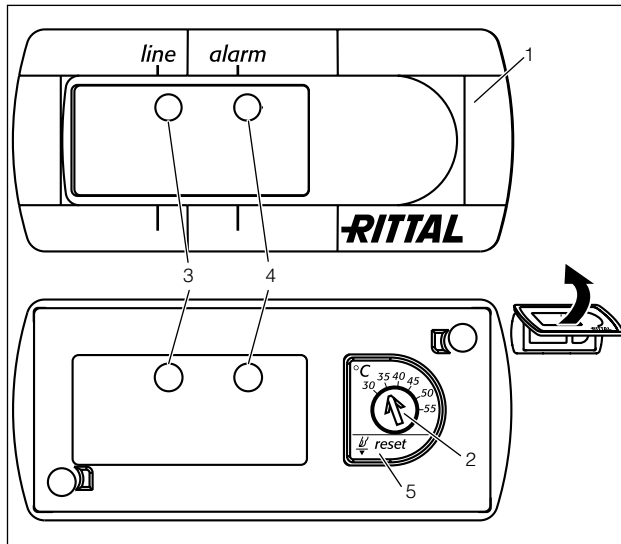

Abb. 26: Basiscontroller
- Stellen Sie die gewünschte Solltemperatur am Solltemperatur-Einsteller (Abb. 26, Seite 20) ein.
- Drücken Sie die Reset-Taste (Abb. 26, Nr. 5) für mind. 3 Sek.